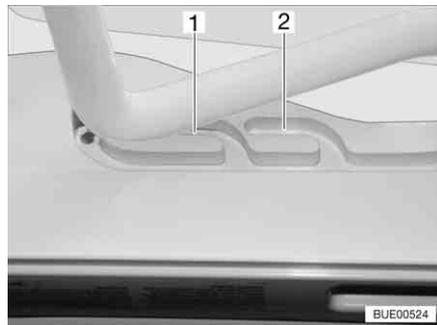
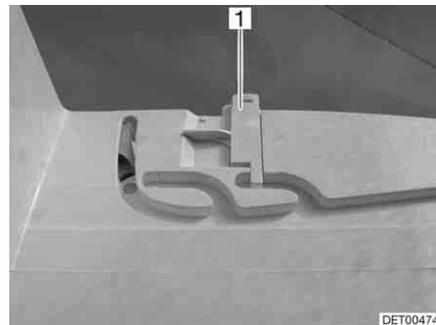

Fig. 80 Lanterneau Heki en position de ventilation
Fig. 81 Verrouillage position de ventilation
Il est possible d'amener le lanterneau Heki en deux positions de ventilation : Position pour mauvais temps (Fig. 80,1) et position intermédiaire (Fig. 80,2). Selon l'équipement, il est possible de verrouiller le lanterneau en position intermédiaire avec les deux verrous (Fig. 81,1) à gauche et à droite du cadre du lanterneau.
- Pousser légèrement l'étrier vers le haut, le pousser dans la glissière choisie (Fig. 80,1 ou 2) et le verrouiller si nécessaire.